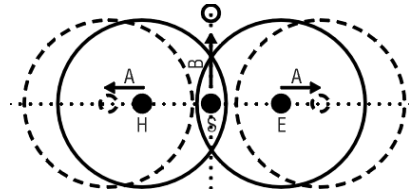

Bild 5: Spannungstrichter
- B: setzen Sie den Erdspieß für die Sonde, wie in Bild 5 gezeigt, auf einen Punkt der Geraden außerhalb des Spannungstrichters, und wiederholen Sie diese Messung nochmals.